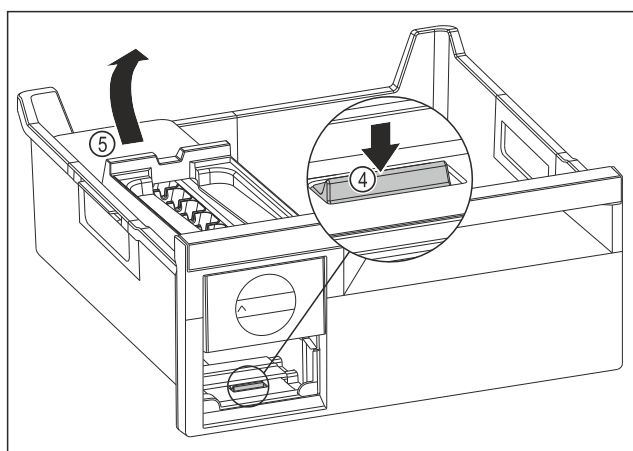

Fig. 124
- ▶ 取出 EasyTwist-Ice 机身：用手指朝下按压接片 Fig. 124 (4) 并同时从后面用另一只手提升 EasyTwist-Ice 机身 Fig. 124 (5)。